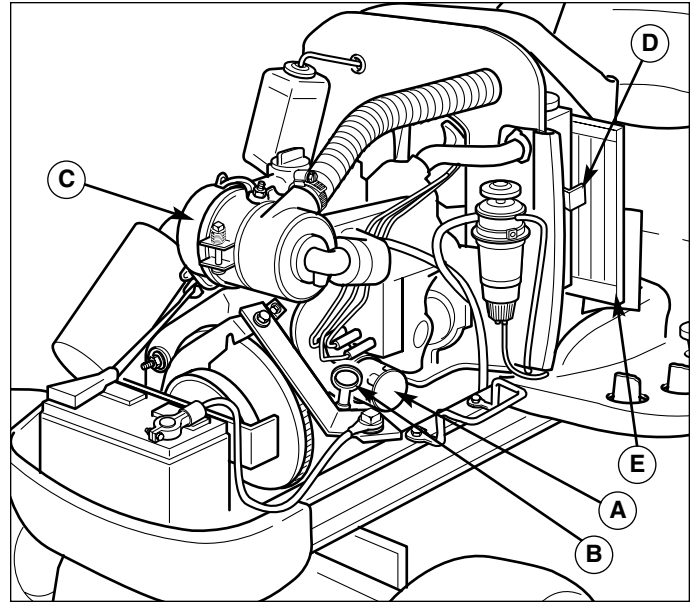

Figure 14. Changement de l'huile et du filtre
Voir la figure 14 pour l'emplacement du filtre et de la jauge.
Consulter le manuel du moteur pour les procédures spécifiques d'entretien du filtre à air. Voir la figure 14 pour le emplacement du filtre à air.
2. Ouvrir le loquet (D, figure 14) et sortir le tamis (E, figure 14).